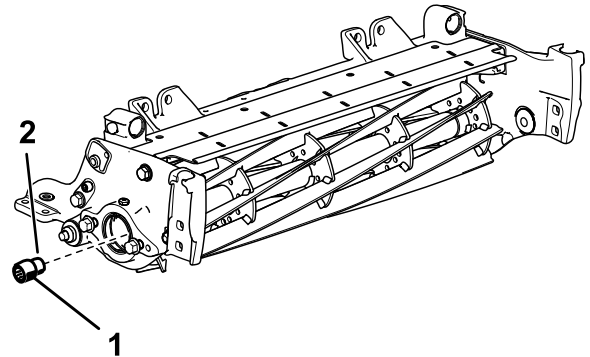

Figura 4
8. Aplique un fijador de roscas de resistencia media (por ejemplo, Loctite® 243 azul) a las roscas del nuevo inserto acanalado más largo (**Figura 4**) y fíjelo en el eje del molinete solo en el lado del motor del molinete. Apriete el inserto a entre 115 y 128 N·m.